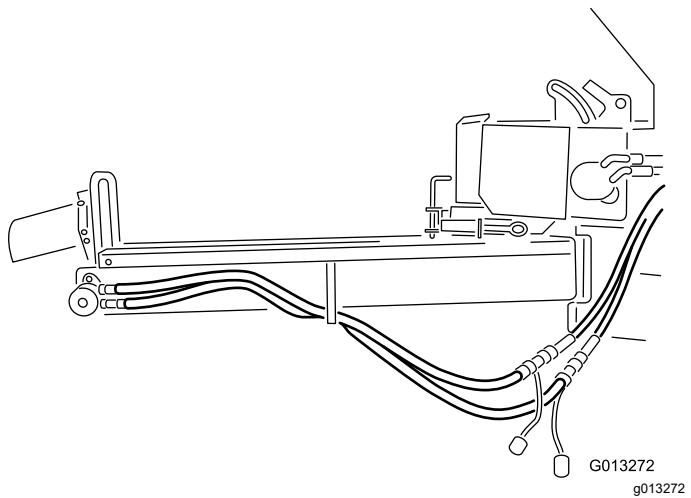

Figura 9
11. Collegate i flessibili come illustrato in Figura 9.